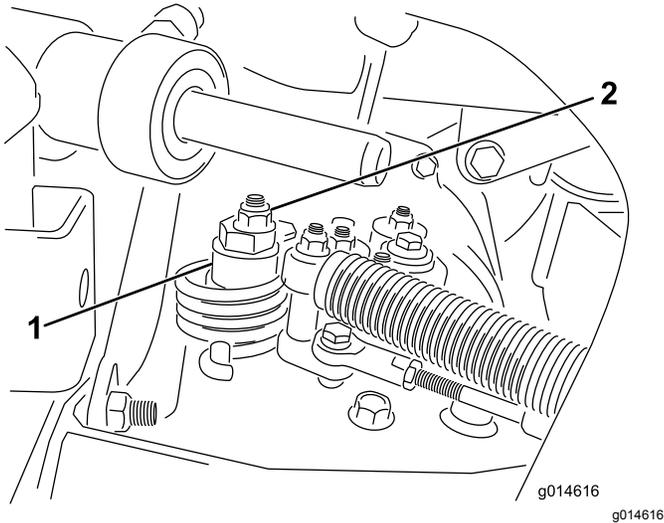

Bild 41
- A. Lösen Sie die Mutter, mit der der Exzenter oben am Hydrostat befestigt ist (Bild 41).
- C. Drehen Sie den Exzenter, bis kein Kriechen in jeder Richtung auftritt. Ziehen Sie die Schraube fest, wenn sich das Rad nicht mehr dreht, um den Exzenter und die Einstellung zu arretieren (Bild 41). Überprüfen Sie die Einstellung, wenn die Gasbedienug in der LANGSAM- und SCHNELL-Stellung ist.